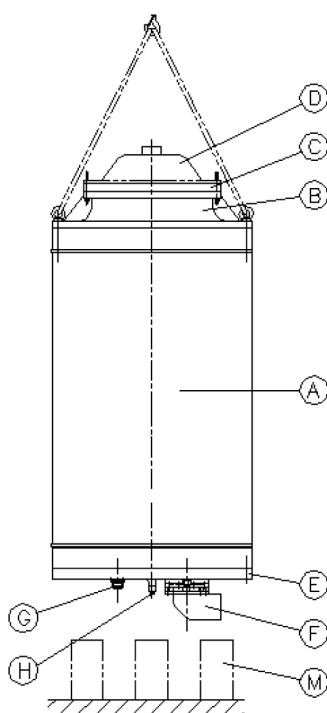

Fig.1
- Der Überspannungsableiter AZ kann mit der Bodenplatte auf drei (oder im Fall von AZ 04 E vier) tragfähigen Holzklötzen (Quader) abgesetzt werden (siehe Fig. 1).